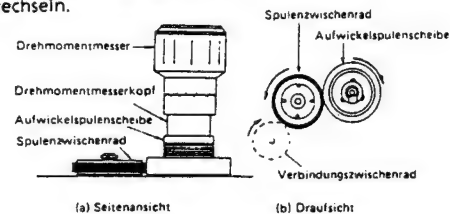

Abbildung 1-7.
• Überprüfung (Siehe Abb. 1-7.)